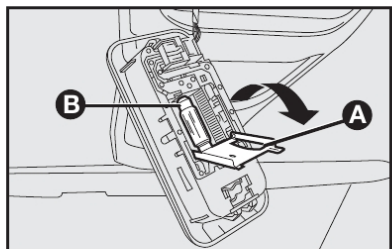

fig. 40
2) Abrir a tampa **A-fig. 40** no sentido indicado pela seta;
3) Substituir a lâmpada cilíndrica **B-fig. 40**;